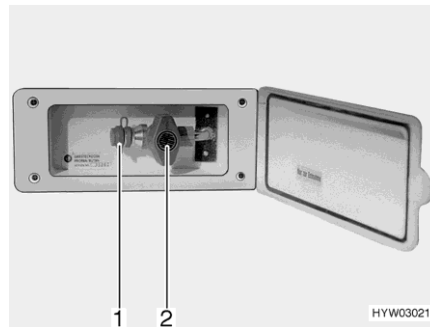

Bild 63 Externer Gasanschluss
- Externes Gasgerät an der Anschluss-Stelle (Bild 63,1) anschließen.
- Das Gasabsperrventil (Bild 63,2) öffnen.